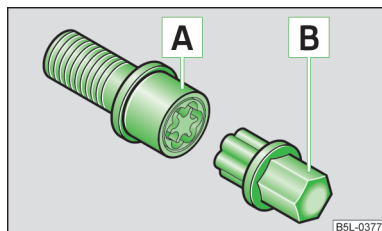

Fig. 151
I bulloni antifurto proteggono le ruote da un possibile furto. Questi possono essere allentati o serrati con l'ausilio dell'adattatore **[B]** » fig. 151.
- Inserire l'adattatore **[B]** » fig. 151 con il lato dentato fino all'arresto nella dentatura interna nella testa del bullone antifurto **[A]**.